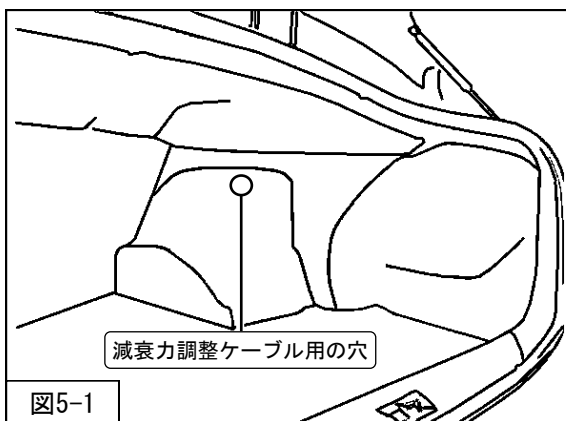

図5-1
1. トランクサイドトリムに減衰力調整ケーブル用の穴を開けてください。（図5-1）
4. トランクサイドトリムを車両に取付け、穴にケーブルを通してください。（図5-1）